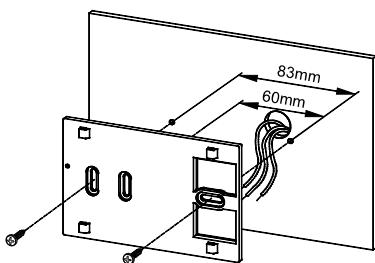
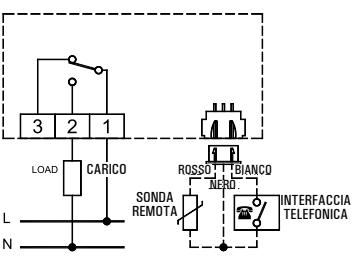

Fig. 2
Fig. 3
- 2** Fissare la piastra direttamente sulla parete o su scatole di derivazione da 2 o 3 moduli tramite le due sedi per viti con interasse 60 mm oppure 85mm facendo attenzione a fare passare i cavi nella feritoia come indicato in Fig. 2.
- 3** Eseguire i collegamenti elettrici facendo passare i fili tramite l'apertura rettangolare della piastra a muro (Fig. 2), seguendo lo schema di collegamento di Fig. 3.